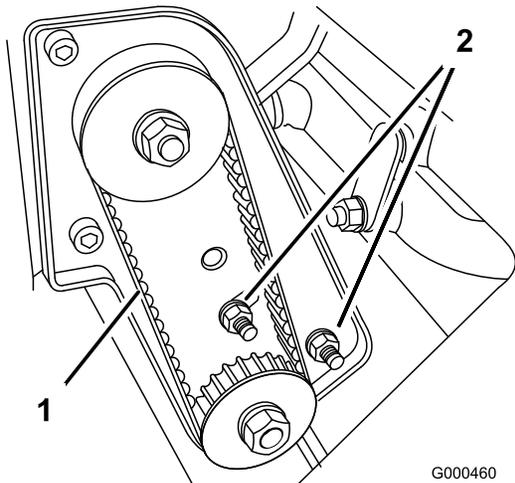

Figura 42
- A. Afloje las tuercas de montaje del alojamiento del cojinete (Figura 42)
- C. Sin variar el ajuste de la llave dinamométrica, apriete las tuercas de montaje del alojamiento del cojinete (Figura 42). No tense demasiado la correa.